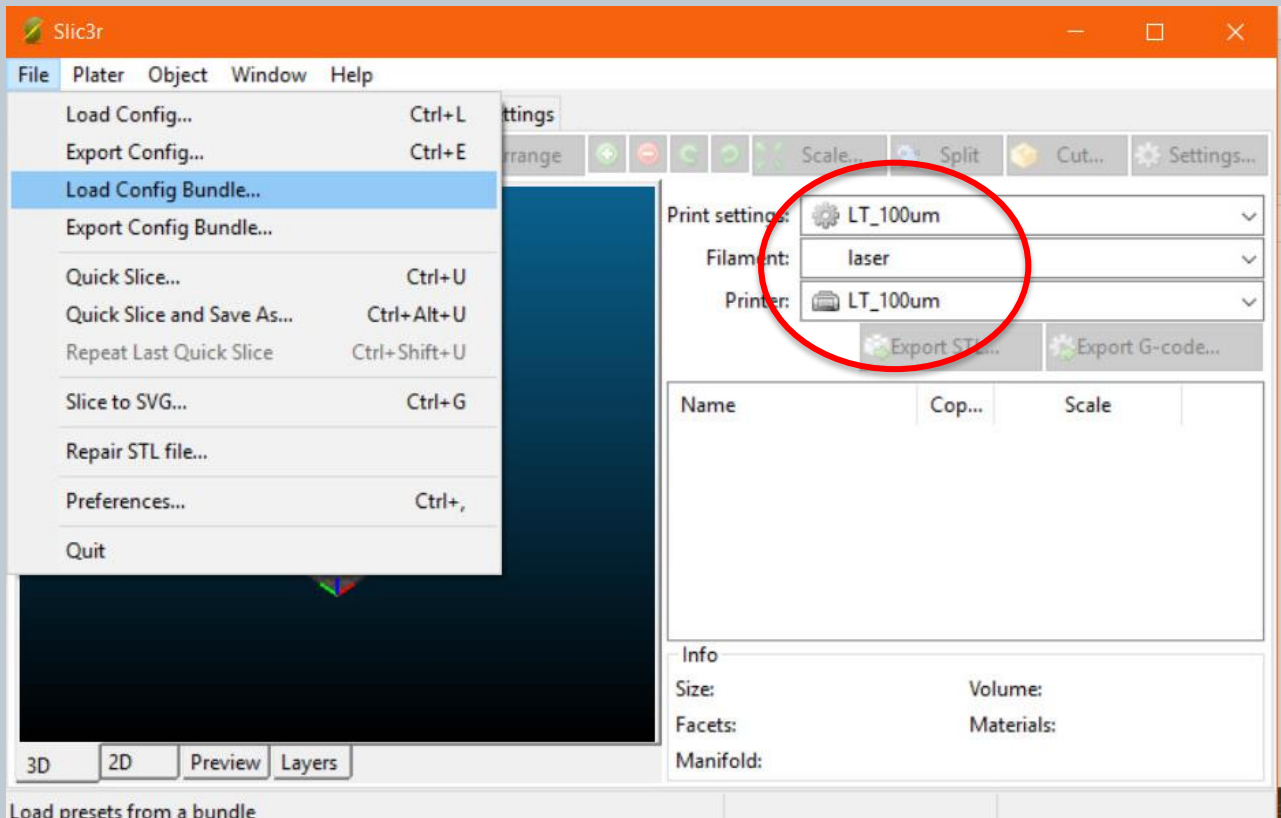

Fig. 20
- Nell’area di destra appariranno le impostazioni di LumiPocket LT (Fig. 20):